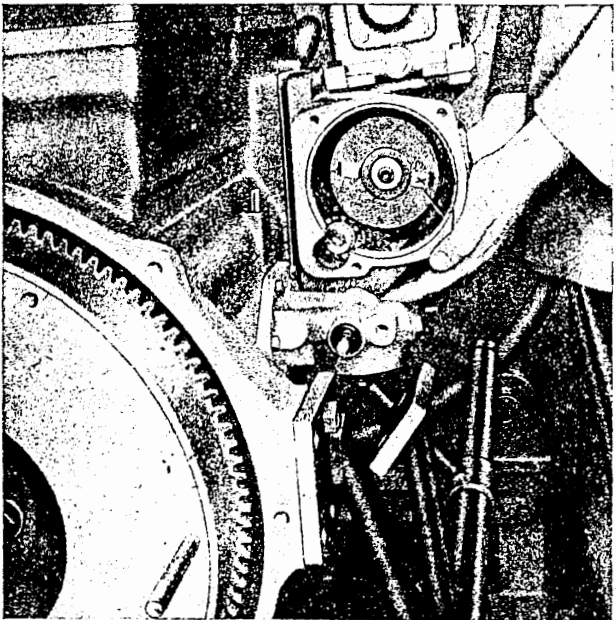

Bild M 129. Klauenstellung der Einspritzpumpenkupplung im Antriebsgehäuse
4. Klauenstellung nach Bild M 129 einstellen, Antriebsgehäuse anschrauben. Dabei richtiges Einsetzen der Mitnehmerscheibe beachten.